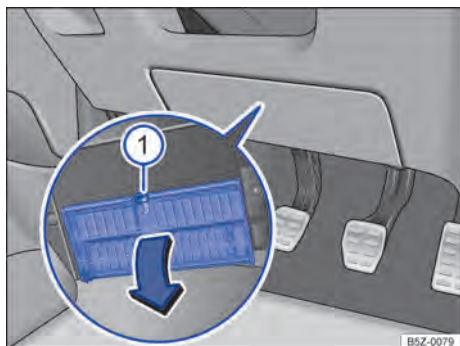

Fig. 159 No lado do condutor embaixo do painel de instrumentos: abrir a cobertura da caixa de fusíveis.
- **Abrir:** pressionar a alavanca de travamento → Fig. 159 ① até que a cobertura se abra.
- **Fechar:** rebater a cobertura no sentido contrário à seta até que ela se trave audivelmente na alavanca de travamento ①.